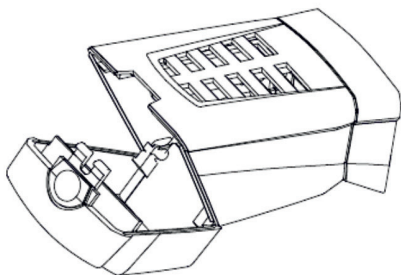

Рис. 4
2. Нажмите на кнопку крышки пылесборника и откройте крышку (Рис. 4)